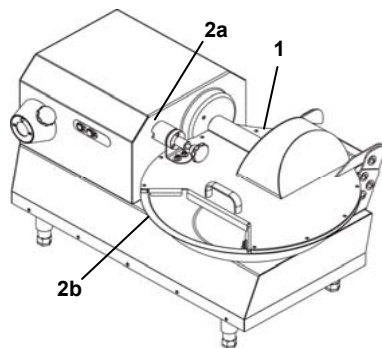

Рис. 1.8.1
1. Служит для предотвращения случайного контакта рук с инструментами. Рис. 1.8.1)
2. Микропереключатели (Рис. 1.8.1):